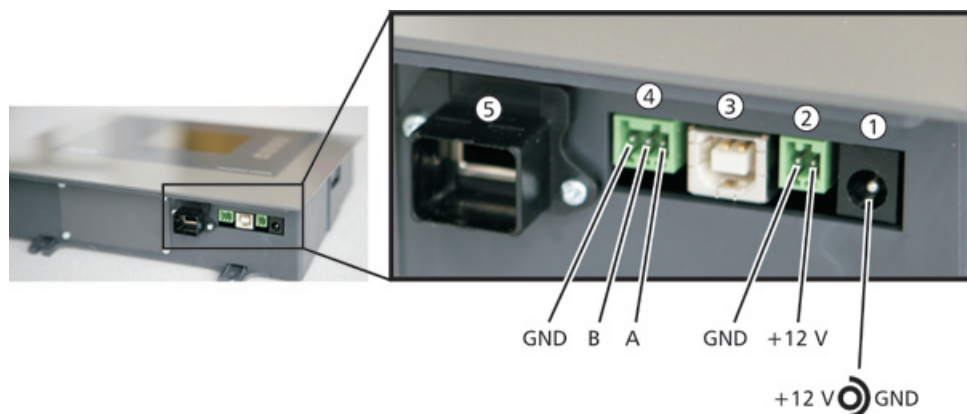

Fig. 2 : Raccordements sur le dessous du boîtier
Le boîtier d'applique du connecteur femelle RJ45 (⑤ sur la Fig. 2, p. 62) convient uniquement au connecteur mâle *HARTING PushPull RJ45 10G* fourni. Les connecteurs RJ45 standard sont susceptibles de se coincer.